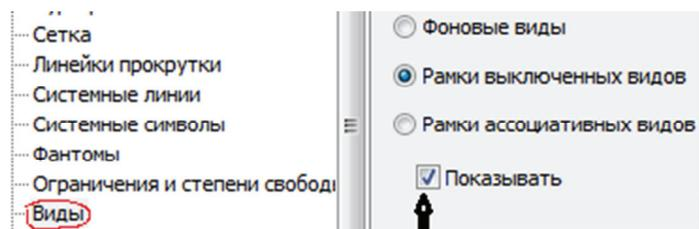

Рис. 8.28
- Если остались рамки от видов, то можно погасить и их. Для этого нужно выполнить команды: **Сервис** → **Параметры** → **Система** → **Графический редактор** → **Виды** → **Рамки видов** и в соответствующих окошках отключить вывод рамок на экран (убрать «птички» возле слова **Показывать** – см. рис. 8.28).